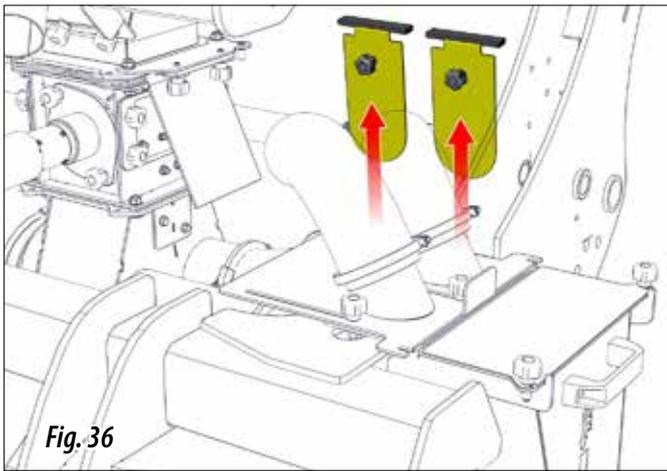
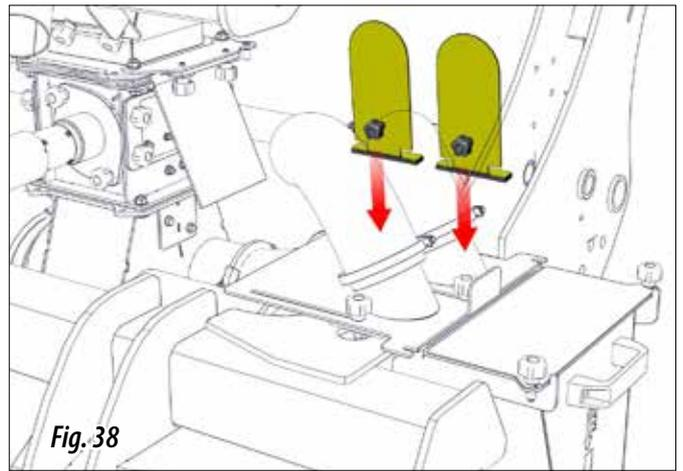
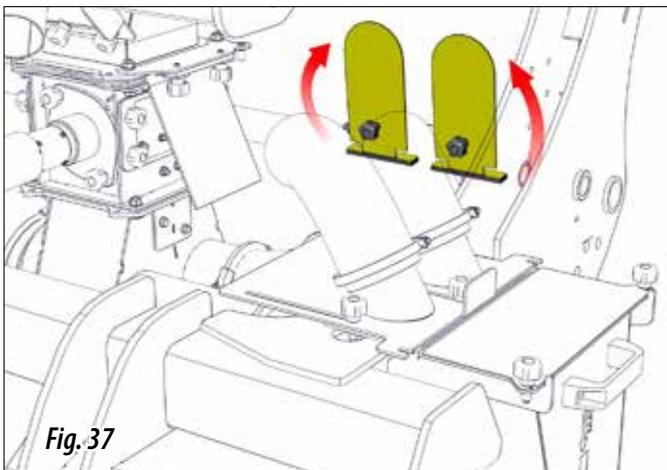

Fig. 36
Fig. 38
Fig. 37
**21-** rimuovere i blocchi dal circuito pneumatico principale; per farlo, allentare i fermi (Fig. 35), rimuovere i blocchi (Fig. 36), ruotare i blocchi (Fig. 37), abbassare i blocchi e assicurarsi che la schiuma copra bene la scanalatura (Fig. 38). Serrare i fermi per fissare i blocchi (Fig. 39).